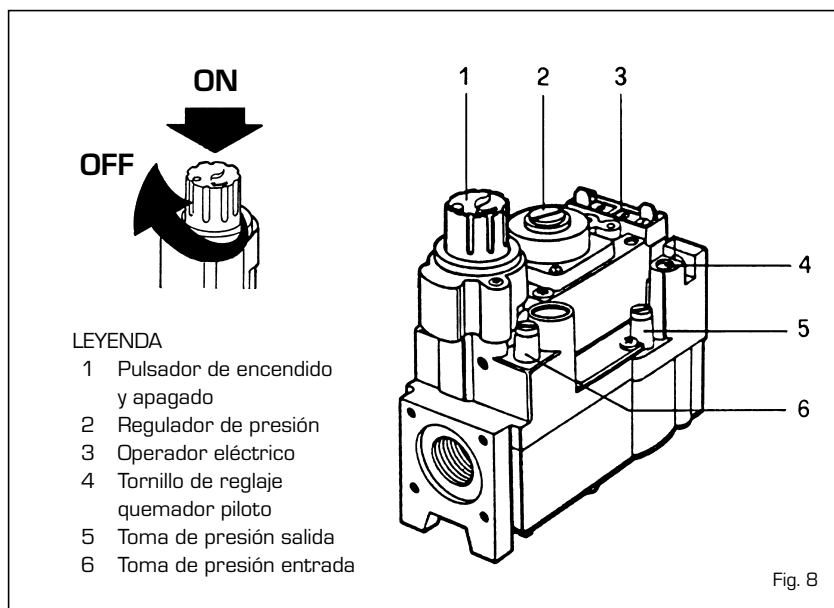
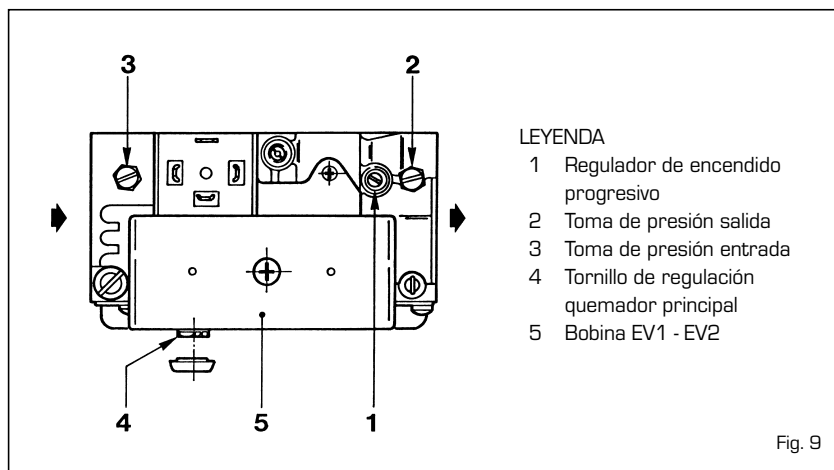
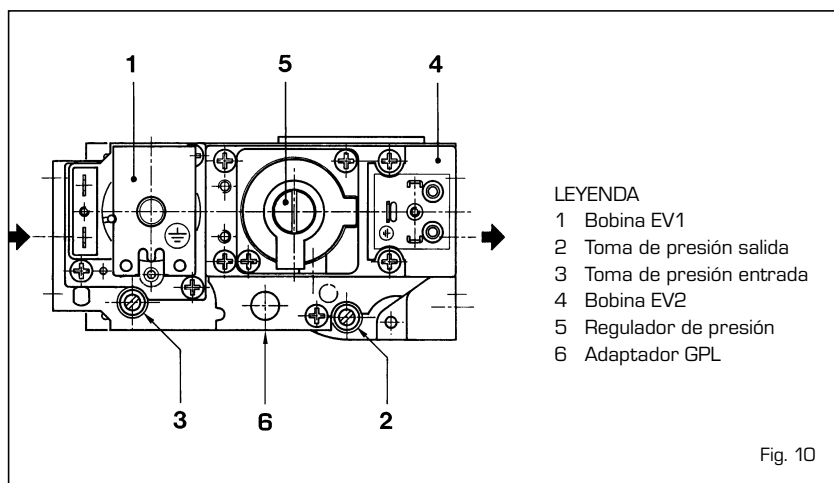

Fig. 8
Fig. 9
Fig. 10
Las calderas "RX 19÷55" y "RX 19-26 PVA CE" están equipadas con válvula HONEYWELL V4600C (fig. 8).
Las calderas "RX 19-26 CE IONO" y "RX 19-26 PVA CE IONO" están equipadas con válvula SIT 830 TANDEM (fig. 9). Al primero encendido se aconseja purgar el aire que se encuentra en el conducto gas actuando sobre la toma de presión [3].
Las calderas "RX 37÷55 CE IONO" están equipadas con válvula HONEYWELL VR4605C (fig.10).
- Quitar el tapón puesto sobre el regulador de presión y atornillar el tornillo de regulación (2 fig. 8 - 4 fig. 9 - 5 fig. 10).
- Aplicar sobre la válvula el adaptador (6 fig. 10).